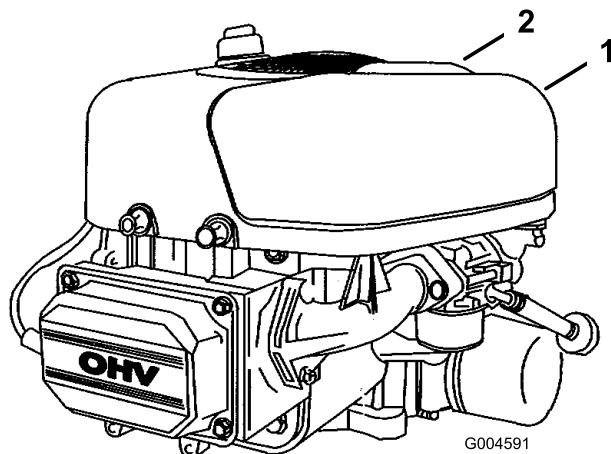

Figure 23
4. Tirez la poignée du couvercle du filtre à air et tournez-la vers le moteur (Figure 23) et déposez le couvercle du filtre à air.